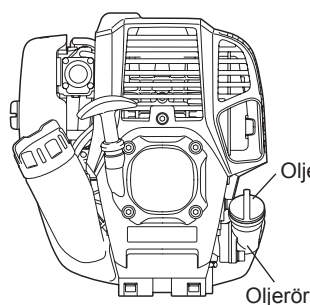
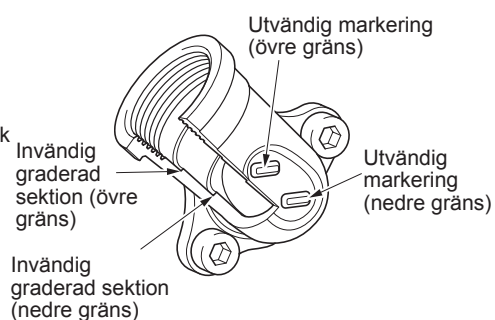

Fig. 1
Fig. 2 Oljerör
- Placera motorn plant, ta bort oljelocket (Fig. 1) och kontrollera om det finns olja mellan den övre och nedre nivåmarkeringen i oljeröret (Fig. 2).